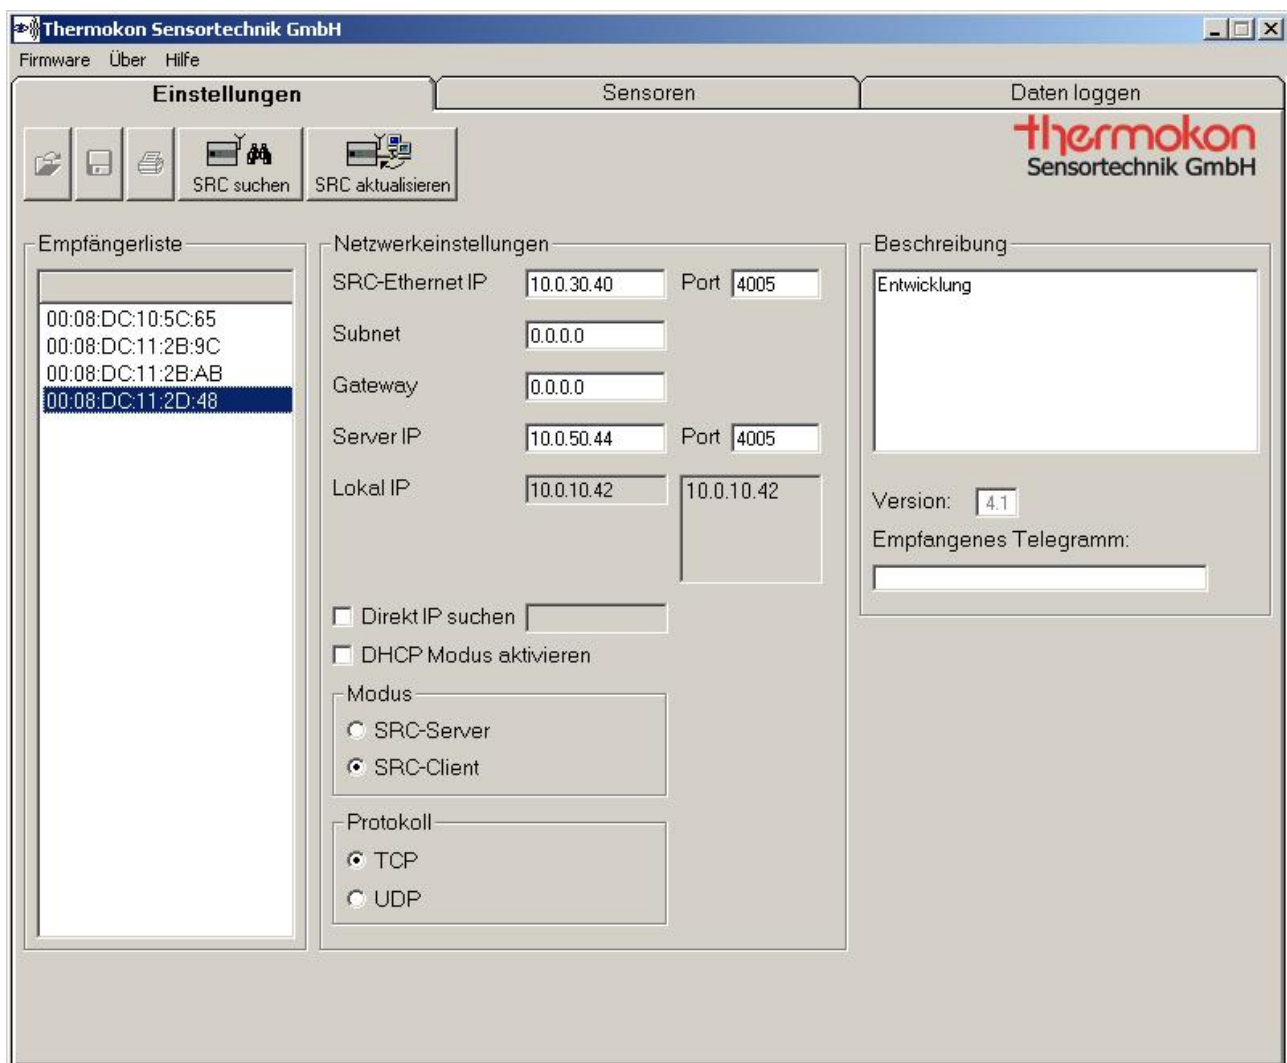

Abbildung 3-1: Reiter Einstellungen
Die Konfigurationssoftware besteht im Wesentlichen aus drei Bedienoberflächen (Reiter). Im ersten Reiter „Einstellungen“ werden die am Ethernet aktuell angeschlossenen Funkempfänger mit ihren dazugehörigen IP-Adressen angezeigt. Der zweite Reiter „Sensoren“ ist zum Konfigurieren der Sensor-Adressen (Sensor ID). Im dritten Reiter „Daten loggen“ stehen Diagnosefunktionen zur Verfügung, mit der Sensoren mitgeloggt werden können. Abbildung 3-1 zeigt den Reiter „Einstellungen“, der automatisch nach Programmstart aktiv ist.
2. Die zweite Datei ist eine Adressvorlage. Mit dieser können Netzwerkeinstellungen und Sensor IDs im Reiter „Sensoren“ mit dem Button  (siehe Abbildung 3-1) gespeichert werden. Gespeichert wird die Adressvorlage-Datei mit der Endung „\*.adr“ (name.adr). In dieser Adressvorlage-Datei sind zusätzlich die Beschreibung des Funkempfängers sowie alle Sensorinformationen inklusive den Sensor IDs gespeichert. Die Adressvorlage kann durch den Button  (siehe Abbildung 3-1) wieder geladen werden. Dadurch ist es möglich Sensor IDs aus einer Datei in den Funkempfänger zu übertragen.
Der Aufbau des Reiters „Einstellungen“ ist in Abbildung 3-1 dargestellt. Im folgenden werden die einzelnen Funktionen näher erläutert.